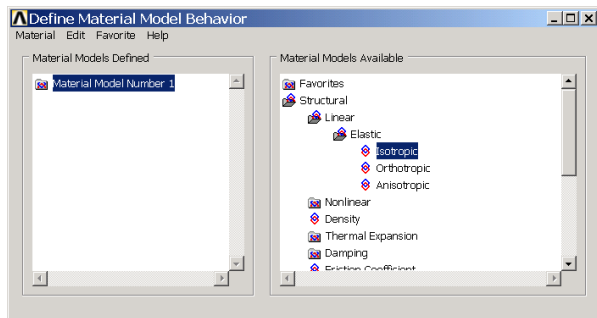

图4.14 定义材料参数对话框
(1) 单击 Main Menu>Preprocessor>Material Props>Material Models 菜单, 弹出【Define Material Model Behavior】对话框, 如图 4.14 所示。在右侧列表框中依次选择【Structural】|【Linear】|【Elastic】|【Isotropic】选项。